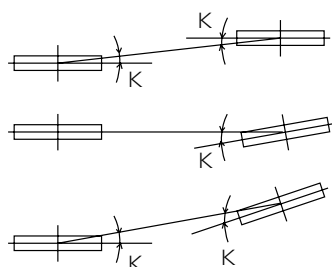

図 1
1. ファンプーリーと電動機プーリーの平行度は図 1. 表 1 の規格を満足するようにセットしてください。